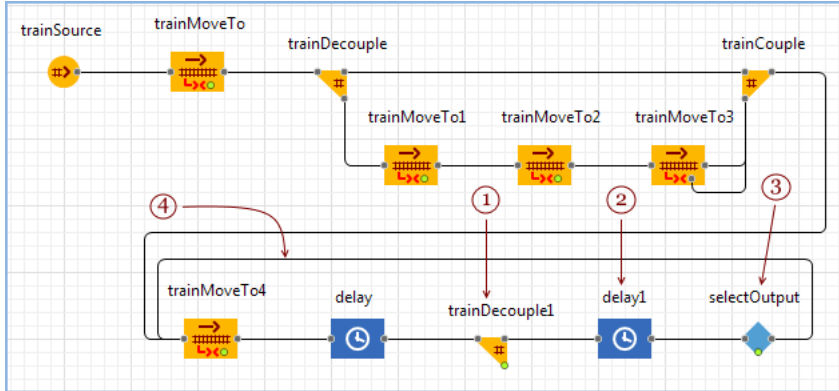

Рисунок 2.56 – Діаграма процесу
- додайте блоки у діаграму процесу (рис. 2.56).